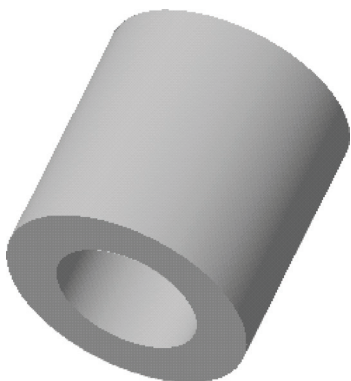

图 10-67 打开模型文件
STEP 01 单击快速访问工具栏中的“打开”按钮，打开模型文件，如图 10-67 所示。